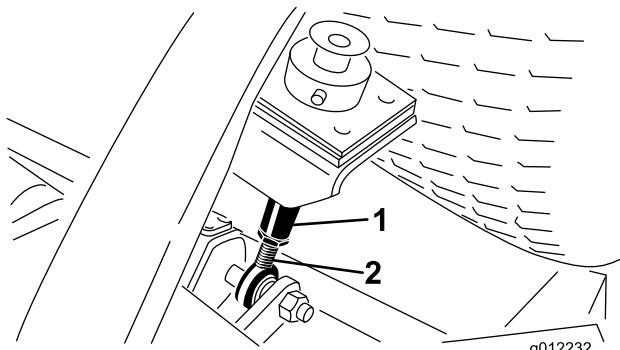

図11
- 刈高ロッドの下部についているジャムナットをゆるめる(図11)。